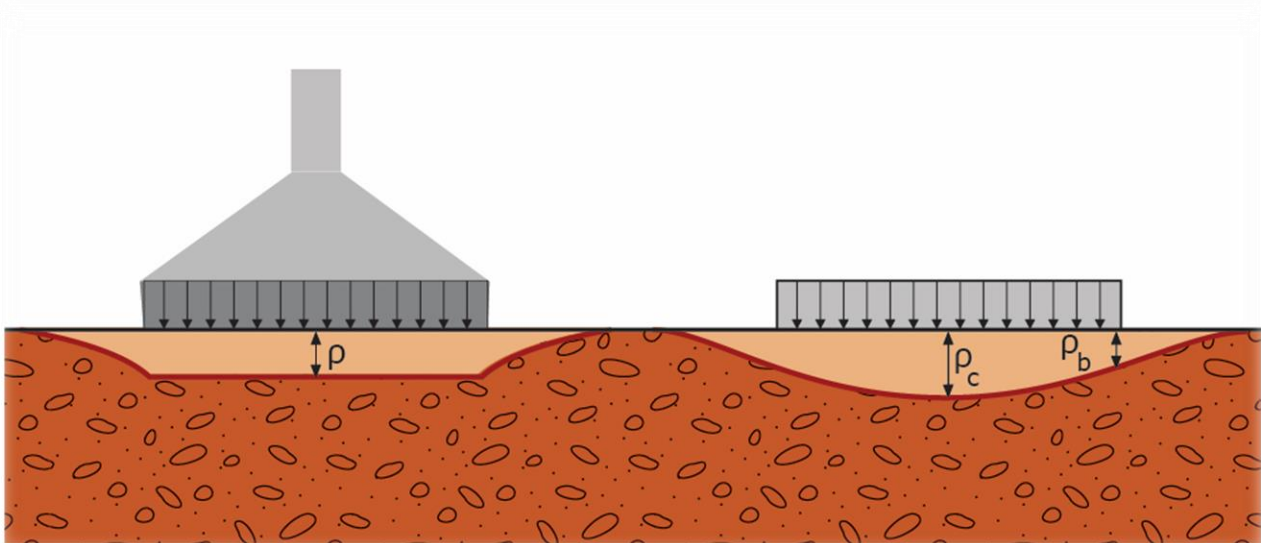

Figura 30: Diferença nas deformações entre sistema rígido (primeiro elemento mostrado, representando uma sapata) e flexível (segundo elemento)
**$I_p$ : Fator de influência** que depende tanto da **forma**, da **rigidez** e da **profundidade** de apoio da sapata quanto do sistema de aplicação de pressões, que poderá ser por elementos rígidos (ex: sapatas de concreto), ou flexíveis (ex: aterros), conforme a Figura 30. Devido a essa multiplicidade de variáveis, o fator de influência é muitas vezes obtido por meio de ábacos;